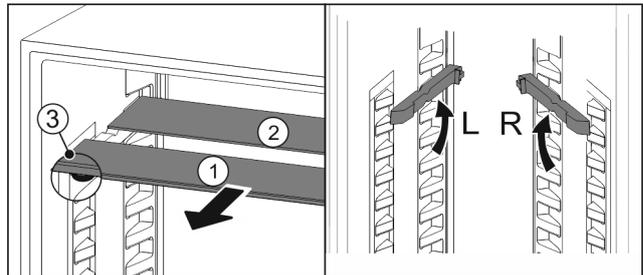

Fig. 74
- ▶ Retire las planchas de cristal individualmente hacia delante Fig. 74 (1).
- ▷ La placa de vidrio Fig. 74 (1) con moldura está situada delante.
- ▷ Los topes Fig. 74 (3) miran hacia abajo.